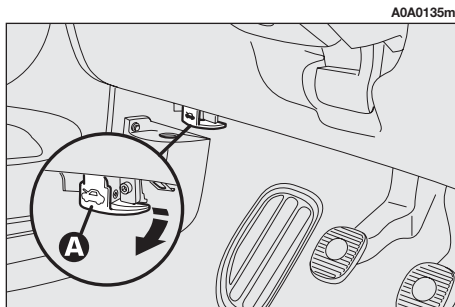

fig. 163
- tirare la leva di apertura (**A-fig. 163**) fino ad avvertire lo scatto di sgancio.